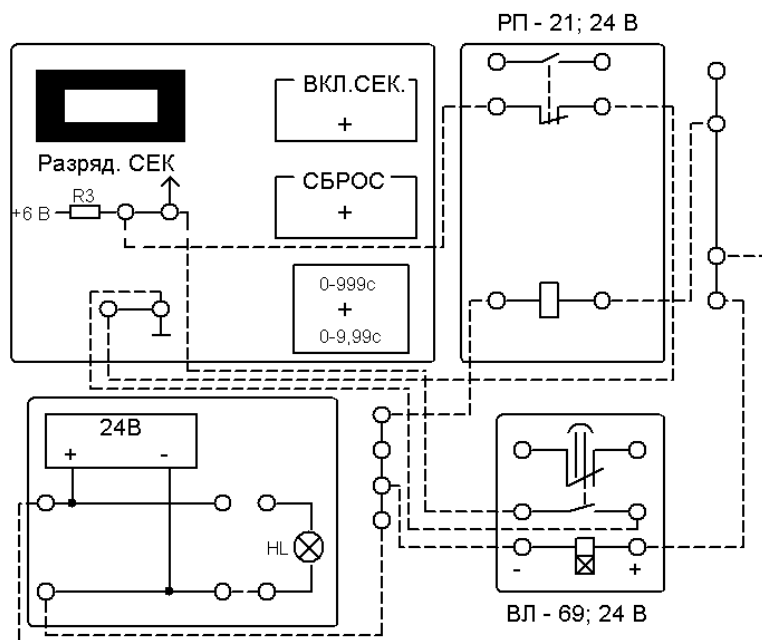

Рис. 7.1 Схема для исследования реле ВЛ-69
- 2 Для исследования свойств реле ВЛ-69 необходимо собрать схему согласно рис. 7.1.